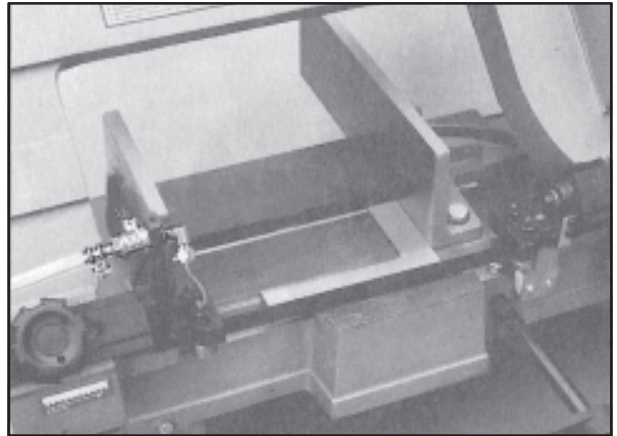

Fig. 10
2. Benützen Sie einen Winkel zur Kontrolle wie bei Fig. 10 beschrieben.